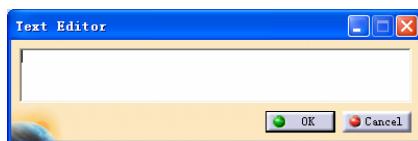

图 6-20
② 在对表格修改的同时,再次双击可以直接输入文本信息到表格中。或者单击 按钮,弹出如图 6-20 所示文本编辑器,在其中输入要插入到表格的内容,单击 OK 按钮确定,再